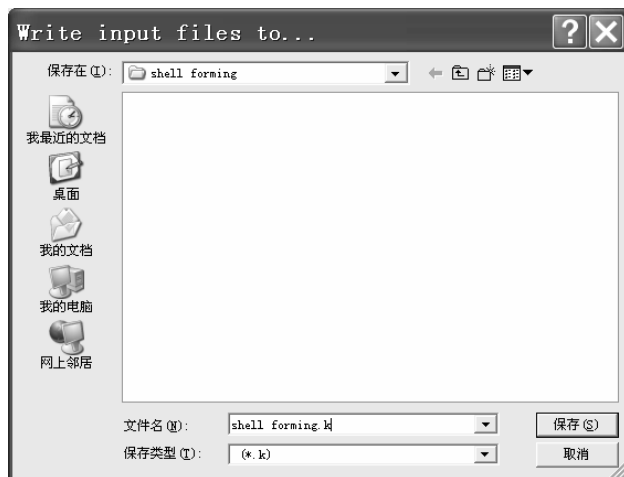

图 10-114 “Write input files to...” 窗口
(2) 在 “Input files to be Written for LS-DYNA” 窗口中 “Write results files for...” 后的方框中选择 “LS-DYNA” (单击该方框后的倒立三角形来选择)。再单击 “Write input files to...” 后的 “Browse...” 按钮, 弹出 “Write input files to...” 窗口 (见图 10-114)。